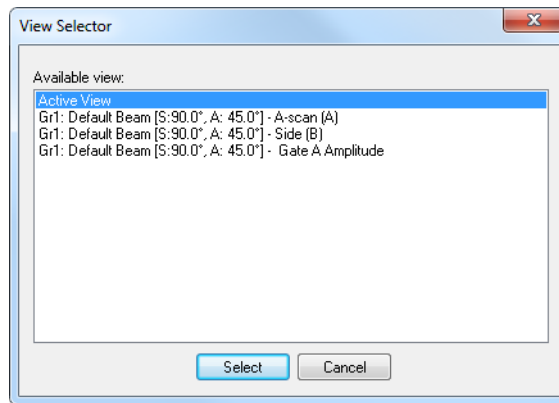

Figure 10-13 Boîte de dialogue View Selector
7. Sélectionnez la vue dans laquelle vous souhaitez faire apparaître le champ dans la boîte de dialogue **View Selector** (voir la Figure 10-13 à la page 475), et puis cliquez sur **Select**.